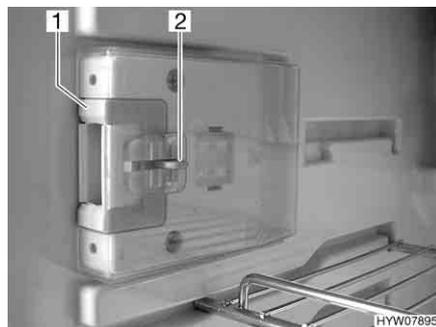
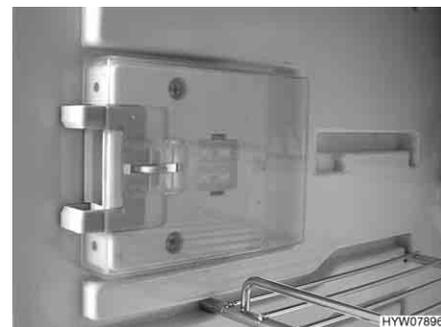

Fig. 217 Dispositif de fermeture en position normale
Fig. 218 Dispositif de fermeture en position de ventilation
■ Presser le bouton de déverrouillage (Fig. 217,2).
■ Pousser le dispositif de fermeture (Fig. 217,1) vers l'avant (Fig. 218).